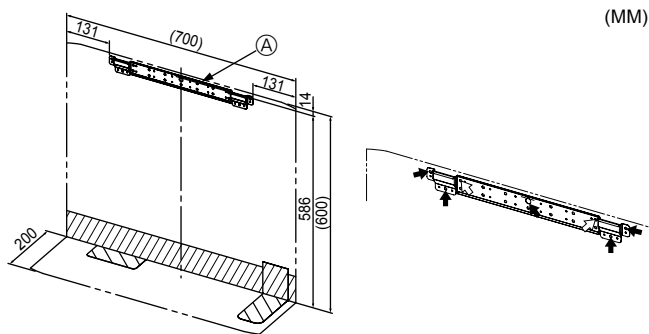

Fig. 3-1
- Надежно прикрепите кронштейн к стенной конструкции (штифт и т.д.). (Fig. 3-1)